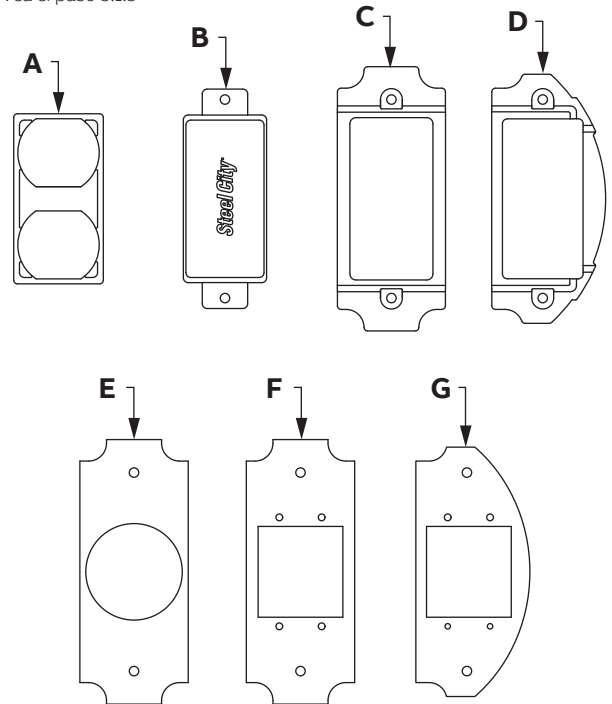

Figura 25
10.1 El dispositivo RPT6-3G-XXX puede equiparse con otras placas de alimentación y de datos para cumplir con los requisitos de la caja de piso. Se muestran algunas de las placas que ofrece ABB Installation products Inc. Consulte el catálogo o el sitio web para obtener más detalles. (Vea la Figura 25).